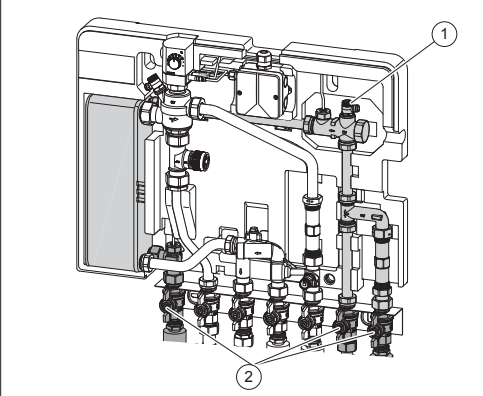

Fig. 3: Démontage/Montage du capteur de débit
1. Fermer les 3 robinets à tournant sphérique repérés (voir Fig. 3 (2)) situés sur le bloc de raccordement avec robinets à tournant sphérique.
2. Ouvrir le robinet de purge (voir Fig. 3 (1)) du capteur de débit pour mettre la conduite hors pression.